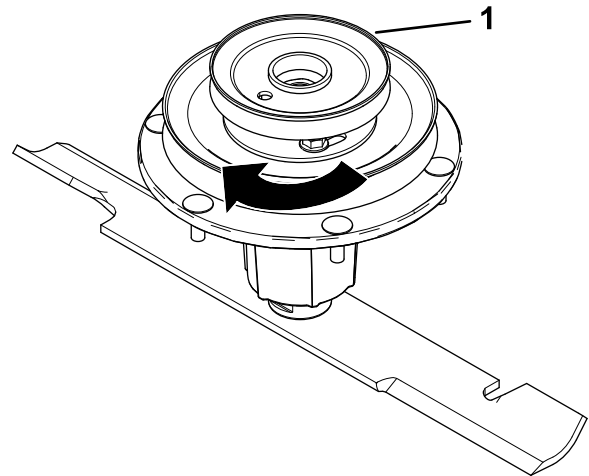

Bild 6
7. Drehen Sie die Riemenscheibe, um sie in Position zu bringen (**Bild 6**).